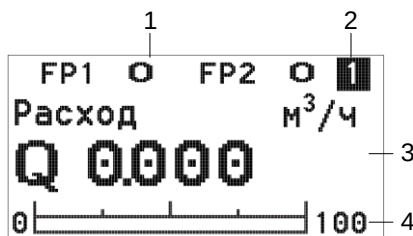

Рисунок 2.10 – Индикатор ЭЛЕМЕР-РЭМ-2 с ВПР-03МВ
2.4.2.2 Информация, возникающая в процессе работы ЭЛЕМЕР-РЭМ-2 с ВПР-03МВ, отображается на многофункциональном индикаторе (далее – индикатор) (рисунок 2.10).